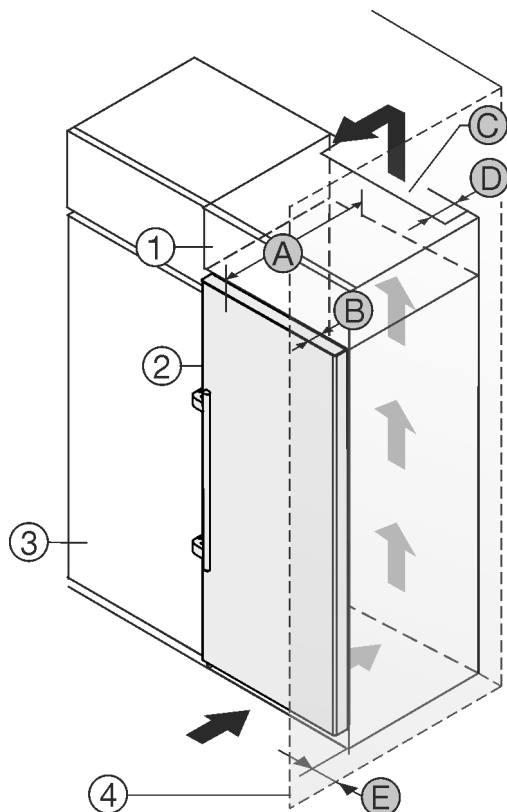

Fig. 2
- (B) Дълбочина на вратата *
- (D) Разстояние до гърба на уреда *
- (E) Разстояние до страната на уреда *
- (3) Кухненски шкаф *
- (4) Стена *
- (A) Дълбочина на уреда *
Можете да поставите уреда непосредствено до кухненския шкаф Fig. 2 (3).*
От задната страна на шкафа-пристройка трябва да има вентилационен отвор с дълбочина Fig. 2 (D) по цялата ширина на шкафа-пристройка.*
Под тавана на помещението трябва да е спазено сечението за вентилация Fig. 2 (C).*
Когато уредът се поставя с пантите до стена Fig. 2 (4), разстоянието между уреда и стената трябва да е поне 57 mm. Това отговаря на разстоянието, с което дръжките стърчат при отворена врата.*
За да можете да отваряте вратата изцяло, уредът трябва да е издаден с дълбочината на вратата Fig. 2 (B) спрямо челото на кухненския шкаф. В зависимост от дълбочината на кухненските шкафове Fig. 2 (3) и използването на детайли за отстояние от стената, уредът може да излезе още по-напред.*